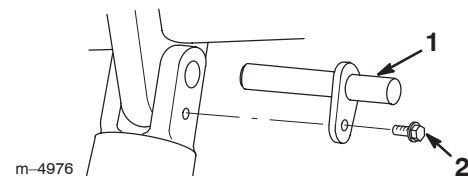

Abbildung 7
5. Den neuen Stift einsetzen und mit einer Schraube sichern (Abb. 7).